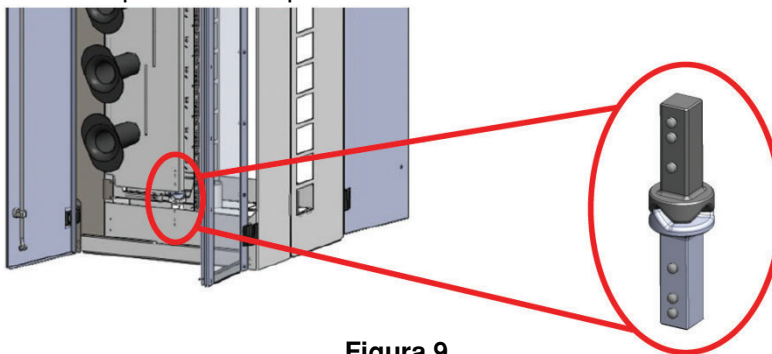

Figura 9
5.1.5.2 La bisagra en la Puerta Organizadora de Cables es una bisagra con pivote de leva (Figura 9). Para abrir suavemente utilice un carrete organizador de cables para abrir la puerta.
- 5.5.2 Coloque la cubierta sobre los tornillos y mientras sostiene con una mano, apriete cada tornillo presionando manualmente (Figura 9).